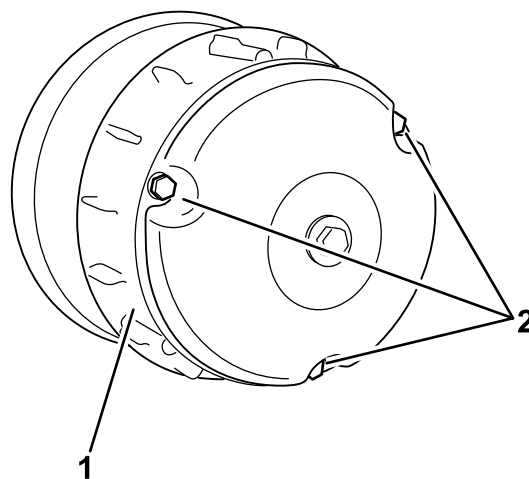

Рисунок 64
2. Отверните три болта крепления крышки сцепления и снимите крышку (Рисунок 64).
4. Установите крышку сцепления и закрепите ее 3 болтами (Рисунок 64), снятыми при выполнении пункта 2.